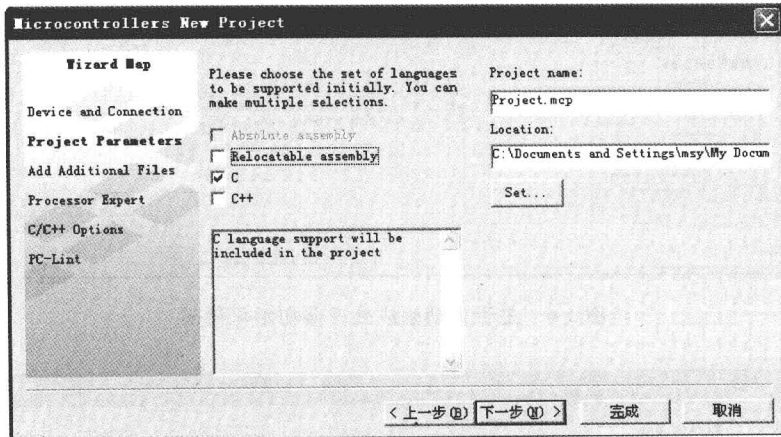

图 1-4 编程语言选择
(3) 选择语言支持,在 C 前打钩,则支持 C 语言,若程序为汇编代码,则应该选中 Relocatable assembly,若为 C++ 语言,则选中 C++; 在右侧 Project name 中输入工程名,在 Location 中选择工程所在目录。单击“下一步”按钮,如图 1-4 所示。